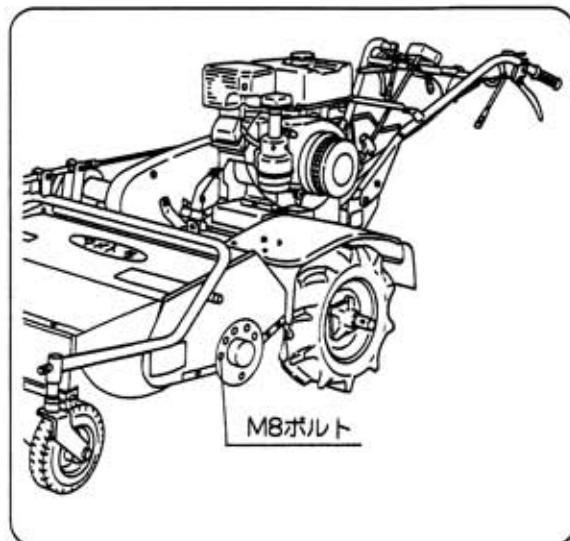

図50
- ④ 左右のM8ボルト5本をゆるめてドラムを取り外してください。
- ドラムを取り外すときは重量がありますので注意してケガのないようしてください。（図50）